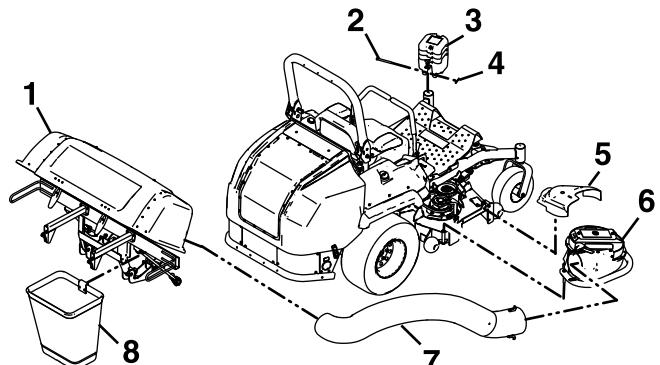

Figure 23
6. Enlevez le tube d'éjection en desserrant les verrous sur le ventilateur. Retirez le tube de la sortie du ventilateur et dégagéz l'extrémité supérieure de la trémie (Figure 23).